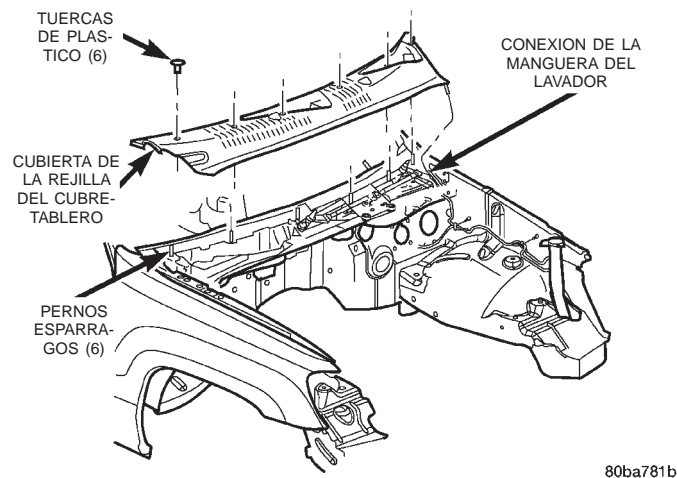

Fig. 11 Desmontaje e instalación de la cubierta de la rejilla del cubretablero
- (1) Desconecte y aisle el cable negativo de la batería.
- (2) Retire los brazos de los limpiadores de los pivotes. Para obtener mayor información, consulte **Brazo de limpiador** en la sección Desmontaje e instalación de este grupo.
- (3) Abra el capó y retire la junta entre el capó y la cámara impelente de los rebordes de la cubierta de la rejilla del cubretablero y la cámara impelente.
- (4) Retire las seis tuercas de plástico (2 cortas y 4 largas) que fijan la cubierta de la rejilla del cubretablero a los pernos espárragos del panel superior del cubretablero próximo a la base del limpiaparabrisas (Fig. 11).